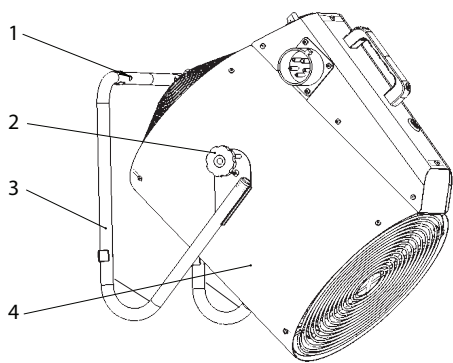

Рис. 3. Подготовка к работе
Для монтажа прибора на стену (Рис. 3) использовать посадочные отверстия (1) опоры (3). Регулировка угла наклона корпуса (4) относительно опоры (3). Желаемое положение прибора фиксируется затяжкой барашкового винта (2).